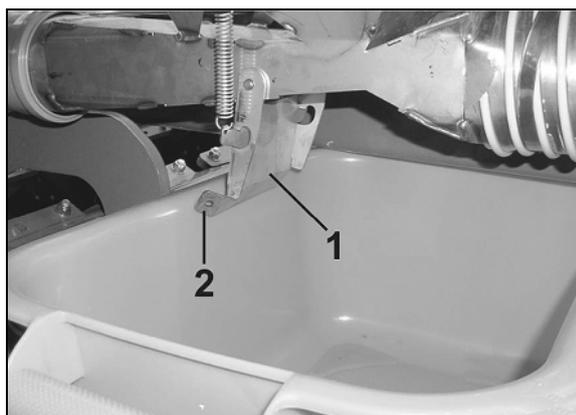

Fig. 44
8. Injektorschleusenklappe (Fig. 44/1) öffnen.
**Quetschgefahr beim Öffnen und Schließen der Injektorschleusenklappe (Fig. 44/1)!**
**Injektorschleusenklappe nur an der Lasche (Fig. 44/2) anfassen, sonst besteht Verletzungsgefahr beim Zuschlagen der federbelasteten Injektorschleusenklappe (Fig. 44/1).**
**Niemals mit der Hand zwischen Injektorschleusenklappe (Fig. 44/1) und Injektorschleuse fassen!**
10. Die Injektorschleusenklappe (Fig. 44/1) mit besonderer Vorsicht schließen (Quetschgefahr!).
12. Die Injektorschleusenklappe (Fig. 44/1) öffnen.